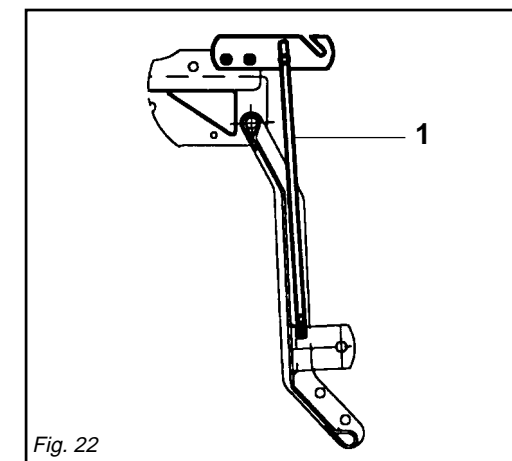

Fig. 22
- 4- Für Mod. UL: Die Stange (1 Abb. 22)
chine la barre (1 Fig. 22) doit être
- 4- Para mod. UL: La barra (1 Fig. 22)